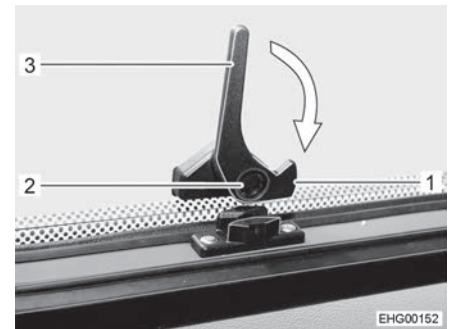

Bild 63 Låsarm, nedtill (i läget "öppet")
- Tryck på låsknappen (Bild 63,2) på låsarmen nedtill (Bild 63,3) och håll den nedtryckt.
- Sväng låsarmen nedtill (Bild 63,3) en kvarts varv mot fönsterkarmen tills låsspaken (Bild 63,1) hakar fast.